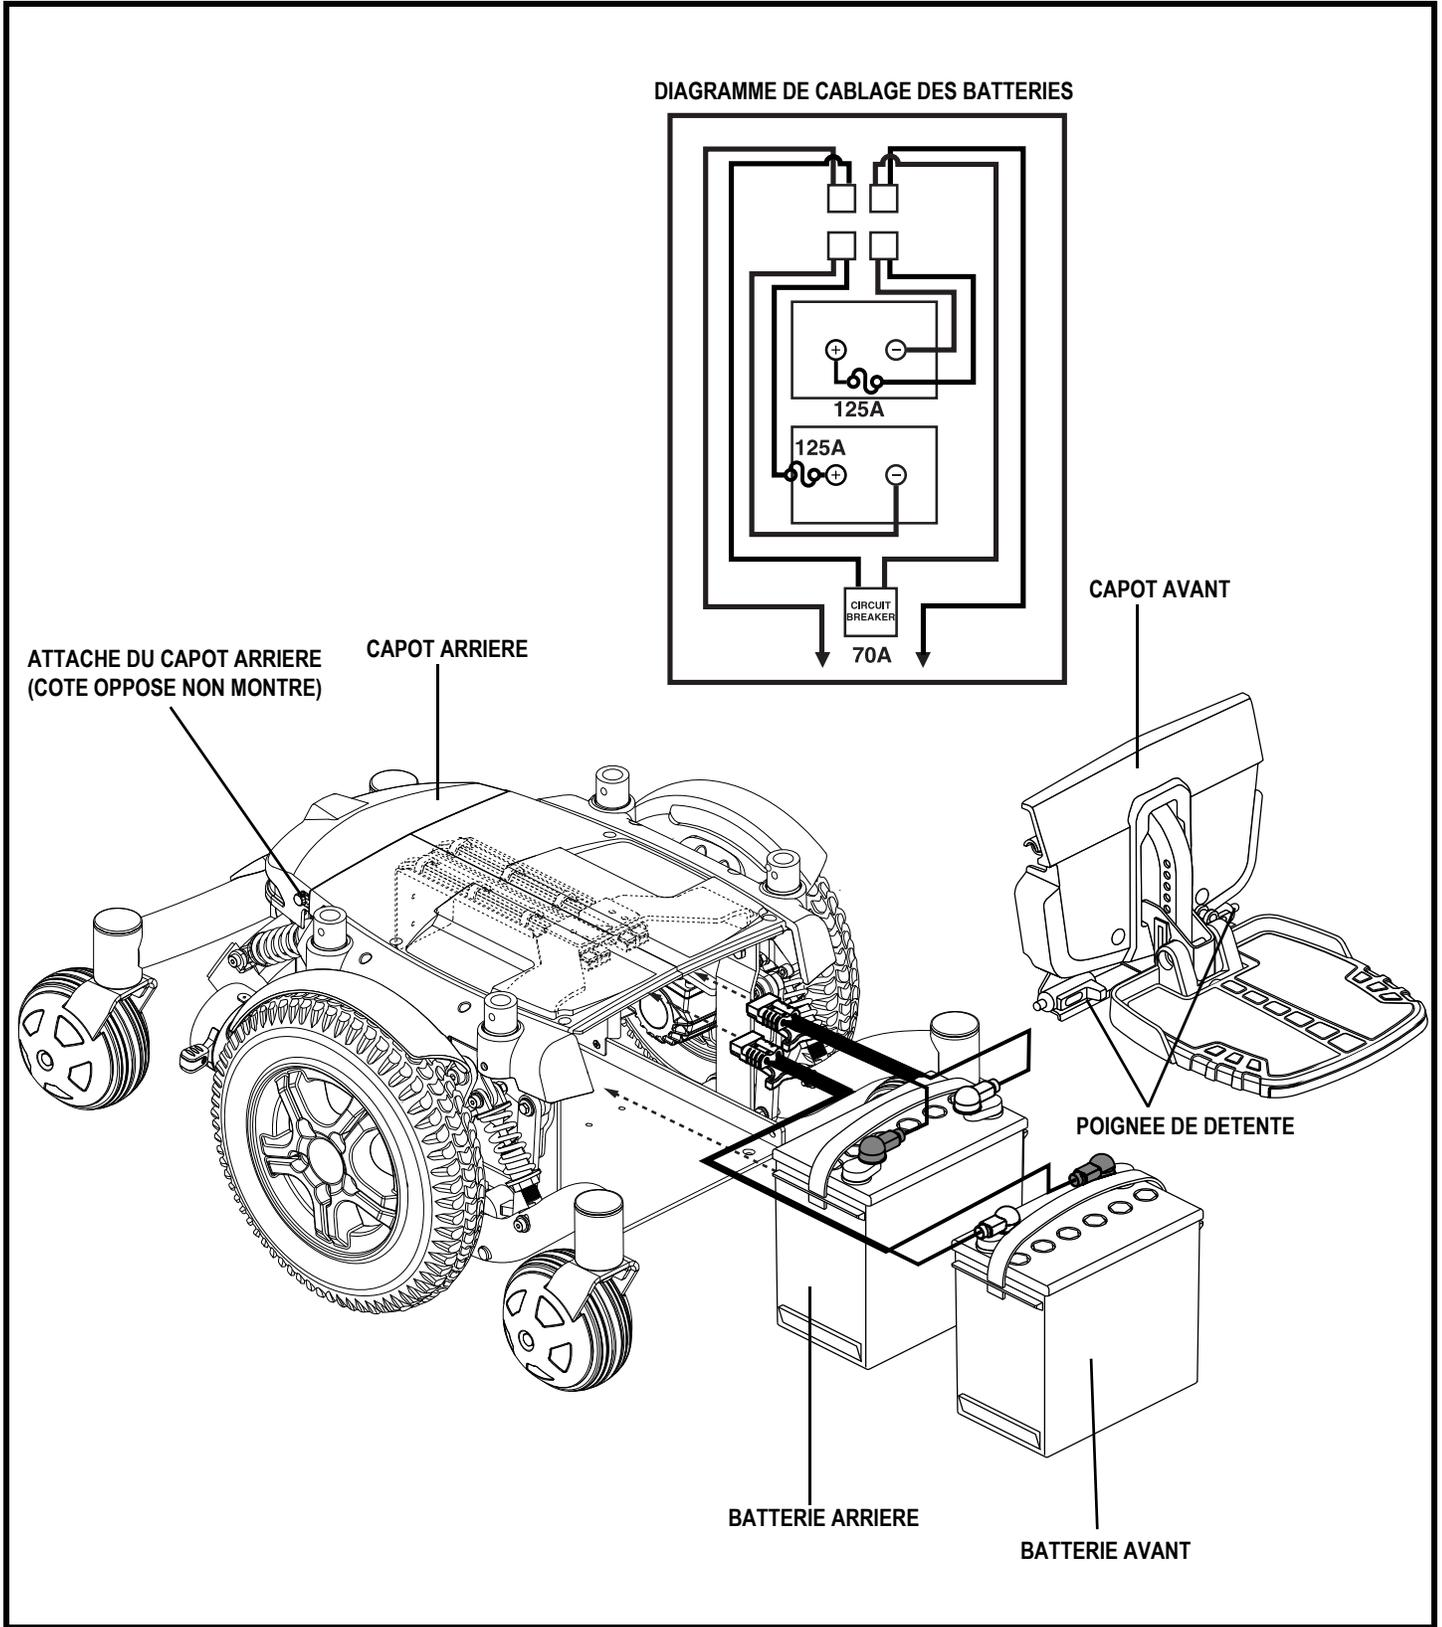

Figure 28. Installation des Batteries
3. Retirez le plateau du repose-pieds en comprimant les poignées de détente (voir la figure 28) et en soulevant le plateau.
7. Installez le fil sur la batterie avant selon le diagramme de branchement. Voir la figure 28.
8. Installez le fil sur la batterie arrière selon le diagramme de branchement. Voir la figure 28.